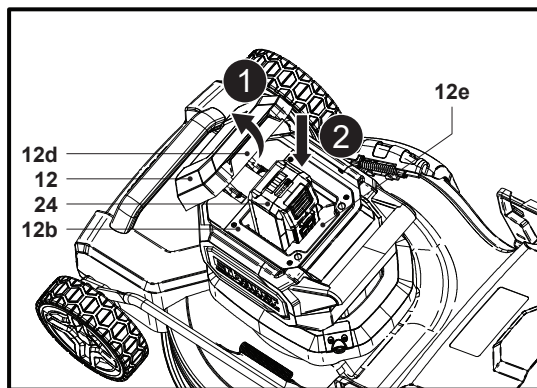

Fig. 7
1. Maintenir la languette (12d) et ouvrir le couvercle du compartiment de la batterie (12) (Fig. 7, étape 1).
2. Aligner la batterie (24) sur les glissières (12b) du compartiment de la batterie (12e) et faire glisser la batterie (24) pour la fixer (Fig. 7, étape 2).